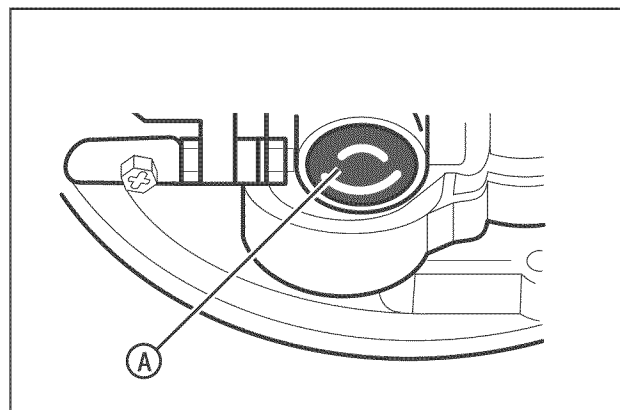

Figura 13: El botón cebador del motor
5. El botón cebador (**A, Figura 13**) está al lado del motor. Oprima el botón cebador. Cada vez que usted oprima el botón cebador, espere dos segundos. Para averiguar el número de veces que se requiere oprimir el botón cebador, vea las instrucciones del fabricante del motor.